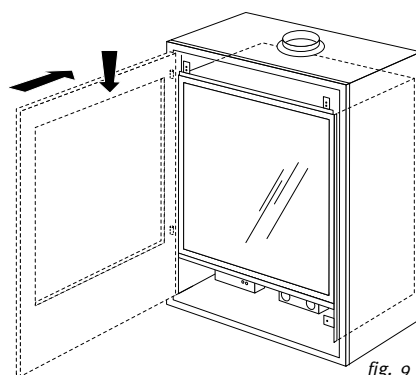

fig. 9
13. Placez le cadre et la porte (voir fig. 9).